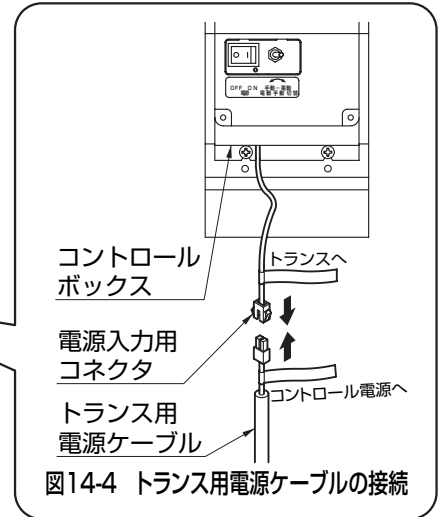

図14-4 トランス用電源ケーブルの接続
- ③ソーラー用電源ケーブルを膜付グロメットの切れ目から通し、トランス入力用コネクタに接続してください。(図14-4参照)
- ④ケーブルの接続が完了したら、電源ユニットに下キャップとコントロールカバーを取付けてください。